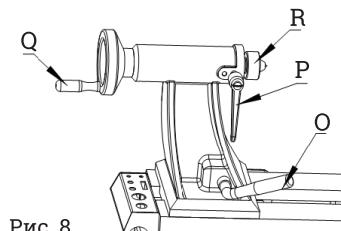

Рис. 8
10. Зажимная рукоятка задней бабки (О на рис. 8). Блокирует заднюю бабку в определенном положении. Для перемещения задней бабки по направляющим станины необходимо разблокировать зажимную рукоятку. По достижении требуемого положения снова затянуть рукоятку.
11. Зажимная рукоятка пиноли задней бабки (Р на рис. 8). Блокирует пиноль. Для смены положения пиноли необходимо разблокировать рукоятку. По достижении требуемого положения снова затянуть рукоятку.
12. Маховик перемещения пиноли задней бабки (Q на рис. 8). Поворачивать маховик, пока не будет достигнуто требуемое положение пиноли. Для позиционирования пиноли необходимо разблокировать ее зажимную рукоятку.
13. Вращающийся центр задней бабки (R на рис. 8). Используется для обработки в центрах. Для извлечения вращающегося центра необходимо отвести пиноль в положение, при котором ослабнет крепление центра. Извлечь его или вставить требуемые наконечники, используя прилагаемый стержень.